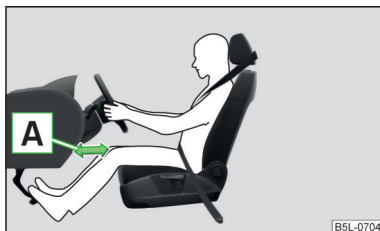

Fig. 144
- Ajuste el asiento del conductor longitudinalmente de forma que la distancia de las piernas A hasta el tablero de instrumentos en la zona del airbag de rodillas sea al menos de 10 cm » fig. 144. En caso de que no sea posible cumplir esta condición debido al tamaño del cuerpo, se debe acudir a un taller especializado.